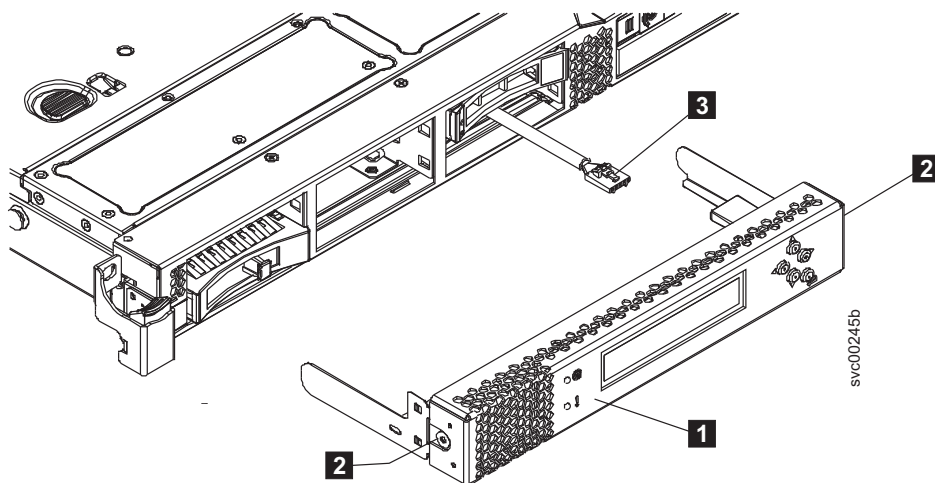

図 84. SAN ボリューム・コントローラー 2145-CG8 または 2145-CF8 サービス・コントローラー (SAN ボリューム・コントローラー 2145-CF8 の図)
1. サービス・コントローラー (図 84 の **1**) が USB ケーブル (**3**) の十分近くにある場合、必要ならケーブルをサービス・コントローラーに接続します。